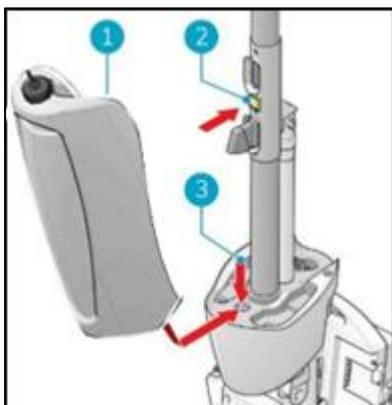

figure 35.
14. Placez le fond du réservoir de récupération (Figure 35, pos 1 et pos 3) sur l'avant de l'i-mop® XL.
15. Poussez le haut du réservoir en place jusqu'à ce que vous entendiez un "clic", l'aimant (figure 35, pos 2) verrouillera le réservoir de récupération en place.